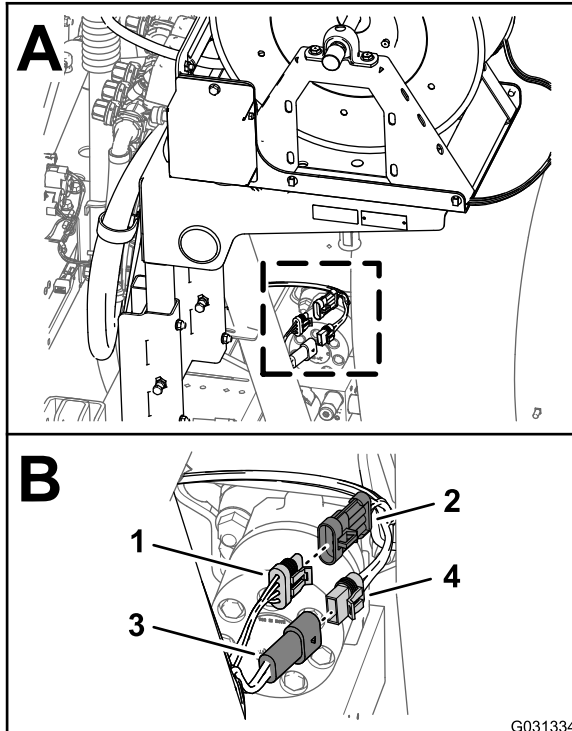

Figura 10
1. Na traseira da máquina, localize a cablagem para kit de cilindro de tubagem articulado na traseira do depósito de pulverização (Figura 10).
2. Desligue o conector de 2 tomadas da cablagem para o cilindro de tubagem elétrico do conector de 2 pinos da cablagem traseira principal (Figura 10).
3. Desligue o conector de 3 pinos da cablagem para o cilindro de tubagem elétrico do conector de 3 tomadas da cablagem traseira principal (Figura 10).